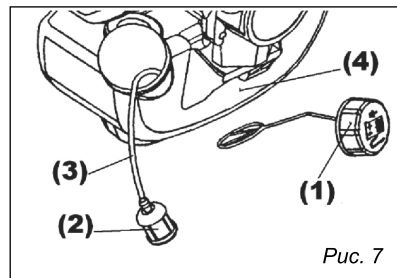

Рис. 7
9.2. Топливный фильтр (рис. 7)